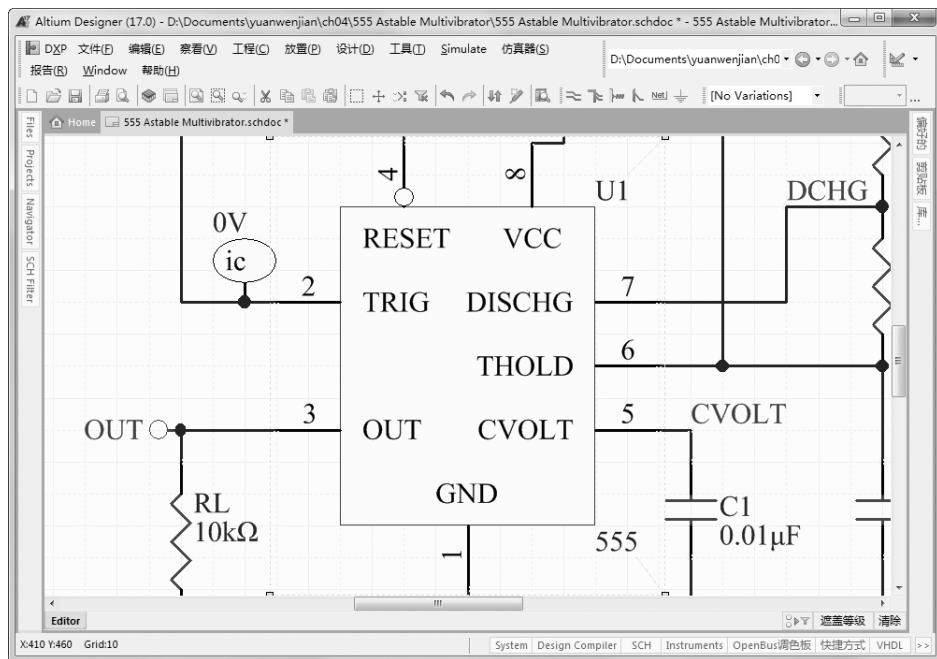

图 4-5 执行“被选中的对象”后的效果
(4) 点周围：以光标为中心。使用该命令时，要先用鼠标选择一个区域。单击鼠标左键定义中心，再移动鼠标展开将要放大的区域，然后再单击鼠标左键即可完成放大。同“区域”命令相似。
(5) 被选中的对象：即选中的元件。用鼠标左键单击选中某个元器件后，选择该命令，则显示画面的中心会转移到该元件，如图 4-5 所示。